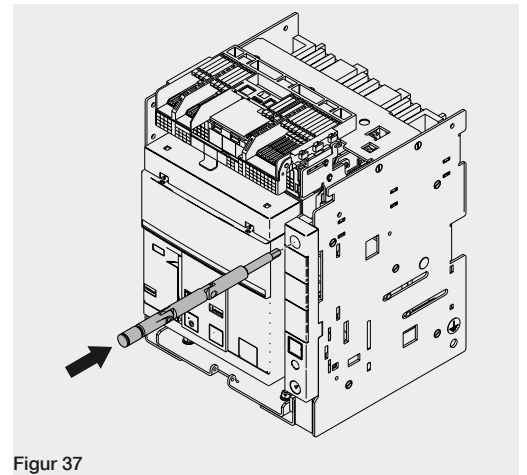

Figur 35
6. Tryck in låsknappen och vrid veven medurs tills tryckknappen kommer fram och indikatorn visar att effektbrytaren är i läge **CONNECT**. Se Figur 35.